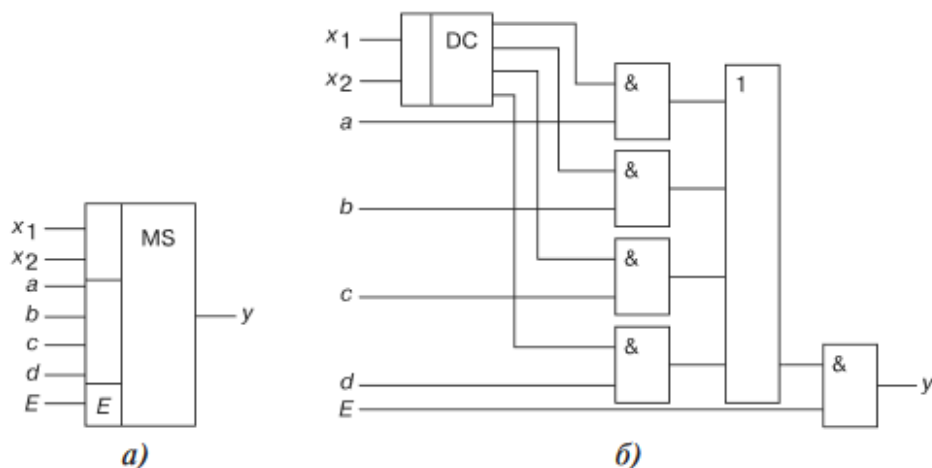

Рис. 6.6
Мультиплексор (MS) — это функциональный узел, осуществляющий подключение (коммутацию) одного из нескольких входов данных к выходу. Номер выбранного входа соответствует коду, поданному на адресные входы мультиплексора. Условное изображение мультиплексора на четыре входа и возможный вариант его структурной схемы показаны на рис. 6.6, а, б.